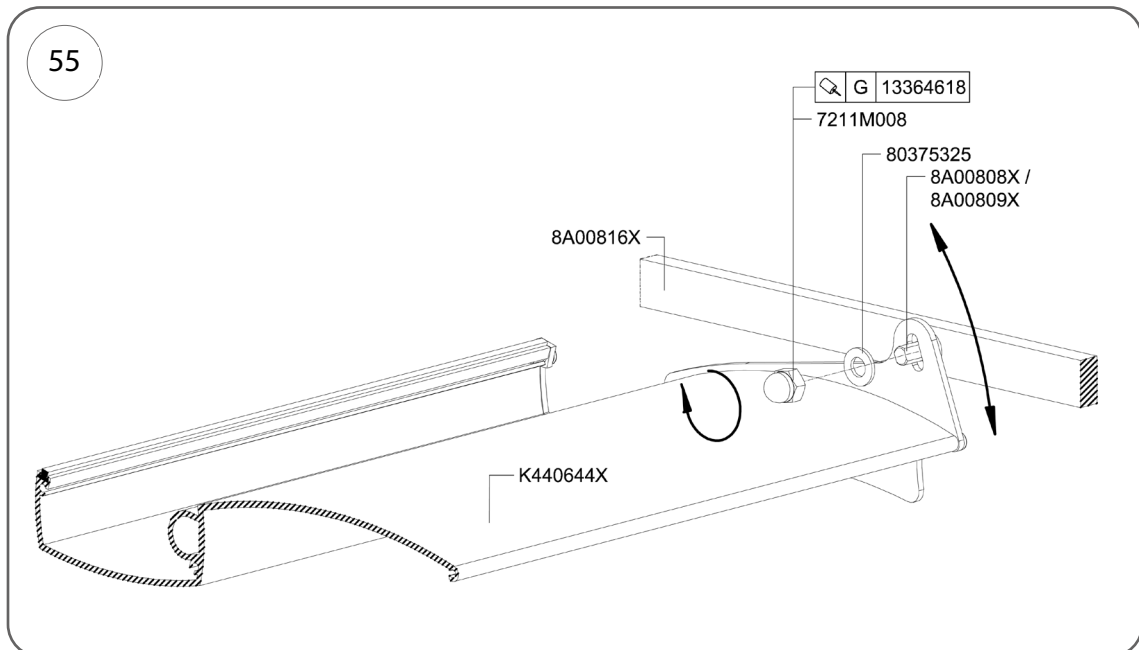

Fig. 55
4. En position de fermeture, vérifiez que les profilés des lames s'emboîtent correctement. Le profilé K440644X doit être en contact avec le joint réf. 8G00309X. Si l'ajustement ci-dessus n'est pas obtenu, réglez la position des lamelles à l'aide du système de réglage comme indiqué sur la fig. 55. Une fois le toit positionné, fixez les lamelles en serrant l'écrou de blocage (réf. 7211M008). Appliquez du produit d'étanchéité pour filetage (réf. 13364618) sur le filetage.